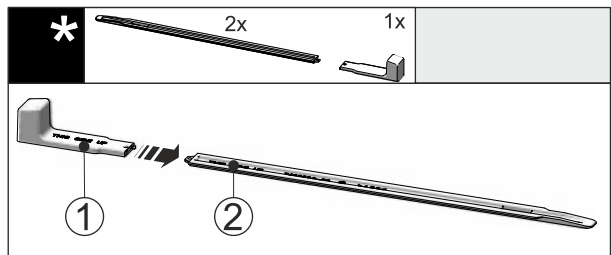

Fig. 45
- ▶ Dugja rá a szerelőfogantyút Fig. 45 (1) a szintezősínre Fig. 45 (2).